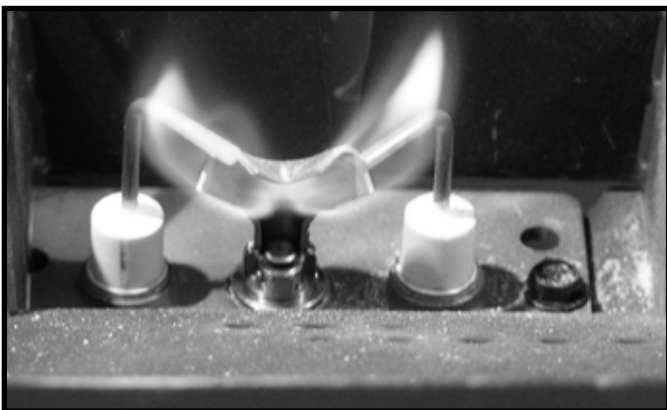

Figure 4.6 Comportement de la flamme de la veilleuse
- Inspectez le comportement de la flamme de la veilleuse. Voir Figure 4.6 pour le comportement de la flamme de la veilleuse. Nettoyez ou remplacez la tête d'injecteur à filetage mâle si nécessaire.